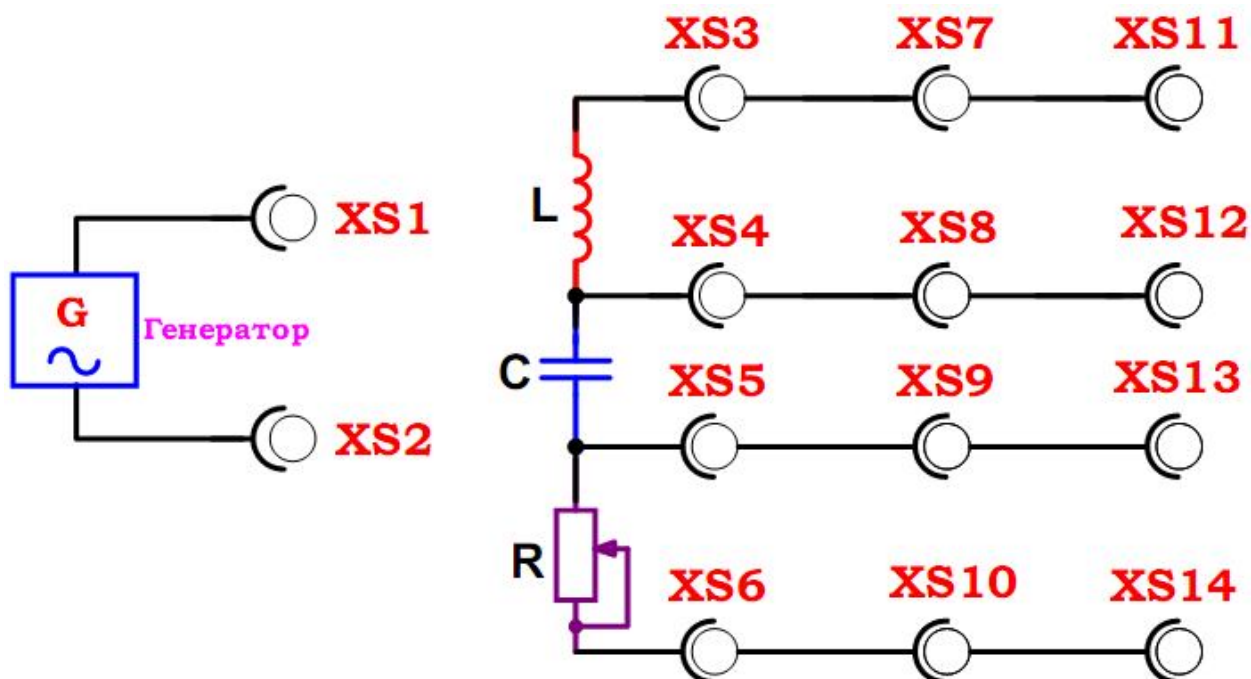

Рис.8. Упрощенная принципиальная электрическая схема для исследования сдвига фаз в цепи переменного тока.
Принципиальная электрическая схема учебной установки для изучения сдвига фаз в цепях переменного тока приведена на рис. 8.
Переменный резистор «СОПРОТИВЕНИЕ, R» (рис. 8) используется в качестве магазина сопротивлений и позволяет плавно регулировать активное сопротивление в контуре в диапазоне от 0 до 1000 Ом. Для защиты от перегрузки в цепь введен балластный резистор с малым сопротивлением  $R_{\text{балласт}}=10$  Ом. Значение сопротивления измеряется цифровым омметром и выводится совместно с текущим значением частоты на ЖКД LCD дисплей **только при выключенном генераторе.** Установка снабжена микропроцессорной системой управления и контроля необходимых параметров.
1. Перед началом работы ознакомится с принципиальной схемой рис. 8., разобраться в назначении переключателей и ручек регулировки. Проверить целостность соединительных проводов и сетевых шнуров учебной установки и электронного осциллографа. **Перед включением установки в сеть все переключки должны быть отсоединены от стенда!**
3. **Измерить сдвиг фаз между током и полным напряжением (напряжением генератора) в RC цепи с последовательно соединенным активным сопротивлением и конденсатором (без катушки самоиндукции).** Для этого переключками соединить клеммы XS1 с XS3 (либо с XS7, XS11 см. схему рис.8), XS2 с XS6 (либо с XS10, XS14 см. схему рис.8). Зашунтировать катушку самоиндукции (отключить от цепи), подключив переключку между клеммами XS7 – XS8.
5. Подключить измерительные щупы осциллографа к контрольным точкам. Специальные измерительные щупы (2 шт.) типа «BNC (осциллографический штекер) – два тюльпана» служат для подключения к разным участкам цепи рис.8. **При этом синий (либо черный) штекер-тюльпан является общим проводом  $\perp$ , белый (либо красный) штекер-тюльпан – сигнальным проводом.** Для измерения сдвига фаз между током в RC цепи и полным напряжением генератора следует подключить один из измерительных щупов общим черным проводом  $\perp$  к клемме XS10, сигнальным проводом подключиться к клемме XS9, осциллографический штекер BNC соединить со входом Y осциллографа. Второй измерительный щуп подключить общим черным (синим) проводом  $\perp$  к клемме XS14, сигнальным проводом подключиться к клемме XS11 осциллографический штекер BNC соединить со входом X осциллографа. Тем самым, на ось Y подается сигнал с переменного резистора R, а на ось X сигнал с выхода генератора (полное напряжение цепи см. схему рис. 8).
8. Объясните принцип работы учебной установки исходя из принципиальной схемы рис. 8.